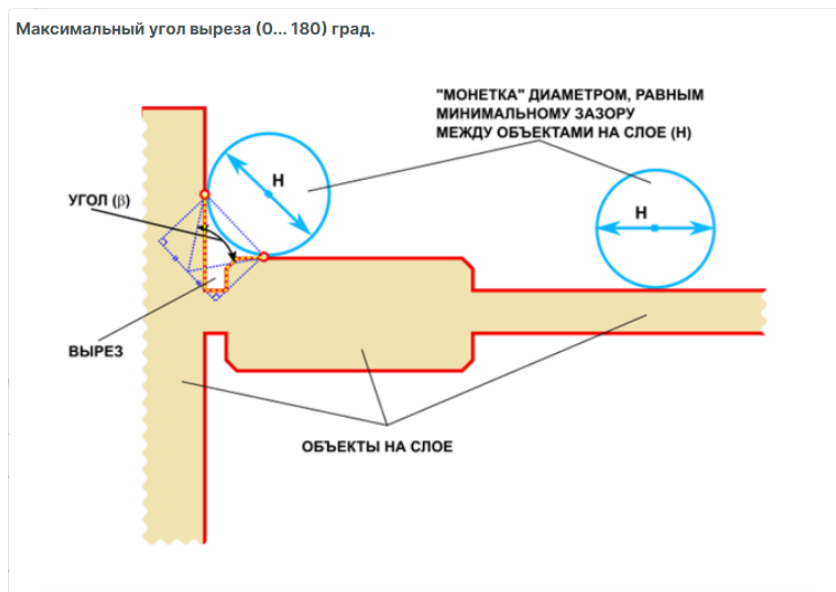

Рис. 500 Максимальный угол выреза
- максимального заданного угла выреза (0° – 180°) между всеми элементами, расположенными на выбранных слоях печатной платы, см. Рис. 500;